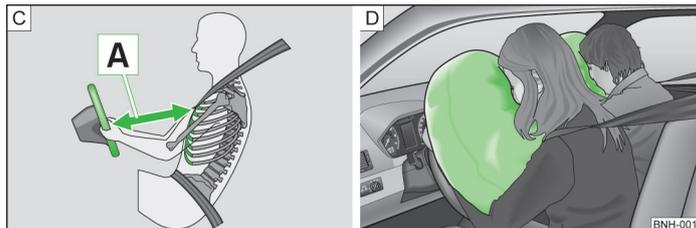

Fig. 83 Distance de sécurité au volant/airbags gonflés au gaz
Quand les airbags sont déclenchés, les airbags se remplissent de gaz propulseur et se déploient devant le conducteur et le passager avant » fig. 83 - [D]. Lorsque les personnes à l'avant plongent dans les airbags gonflés à bloc, leur mouvement vers l'avant est amorti, ce qui réduit les risques de blessures de la tête et du buste.
- Il est important que le conducteur et le passager avant se tiennent à une distance minimum de 25 cm du volant et du tableau de bord **A** » fig. 83. Les airbags ne peuvent pas vous protéger si vous en êtes plus près - danger mortel ! Les sièges avant et les appuie-tête doivent en outre toujours être ajustés en fonction de la taille des personnes.